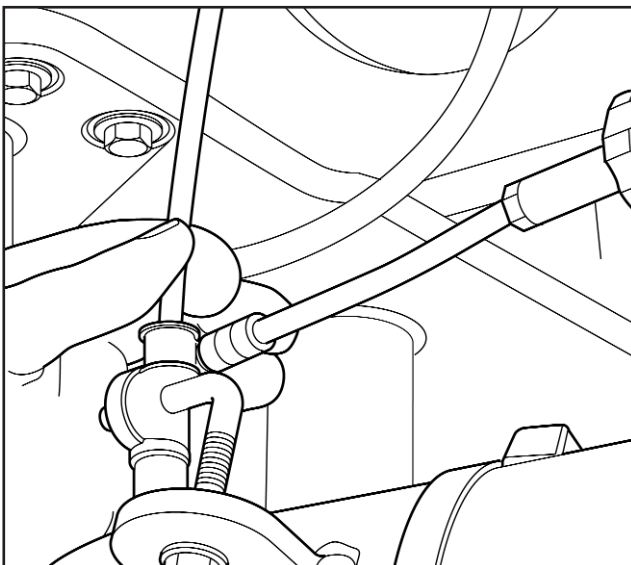

Fig 4.1
4. Si l'essieu est utilisé pour positionner le bras inférieur, avec la valve de commande de hauteur de la suspension, retirer de la goupille de l'essieu le couplage sur le bras de valve de mise à niveau (figure 4.1).